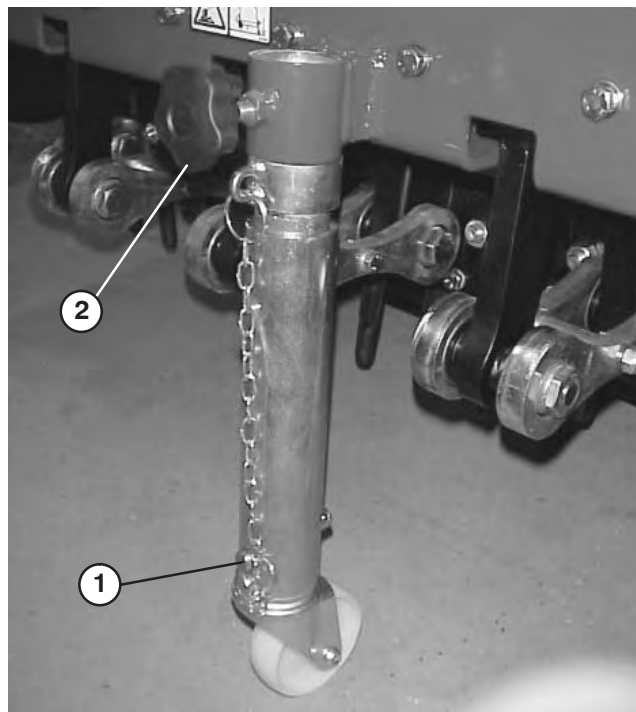

Figure 10
6. Fixez le support de sécurité/roue pivotante dans la position voulue avec la goupille (Fig. 10). Serrez le bouton de la roue pivotante.